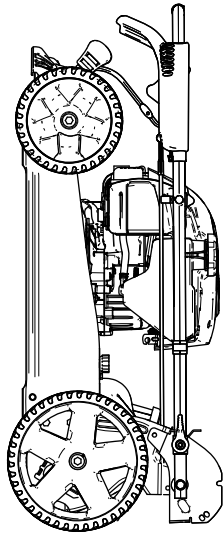

Figura 23
6. Levante a frente da máquina pela alça e mova-a para o espaço de armazenamento (Figura 23).